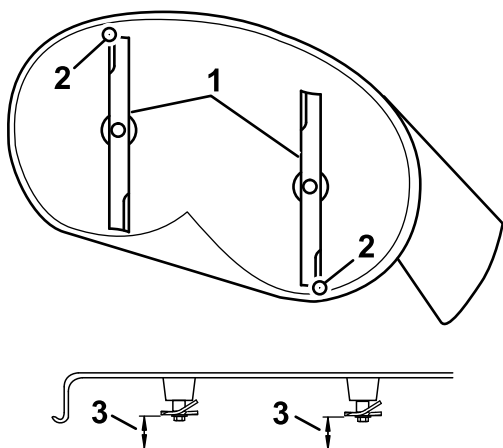

Figura 67
4. Rotii cu atenție lamele astfel încât să fie orientate din față spre spate (Figura 67).
5. Măsurai între vârful lamei din față i suprafața plană i între vârful lamei din spate i suprafața plană (Figura 67).